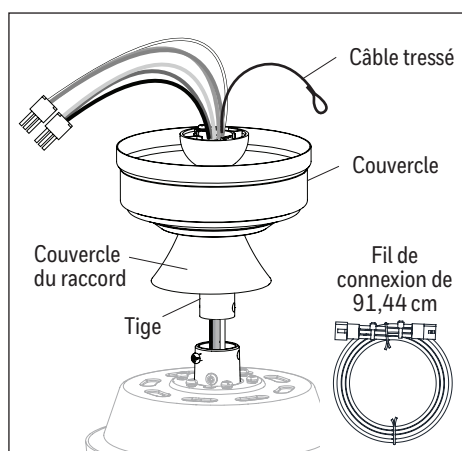

Figure 3.2
2. Insérez la tige dans le couvercle, puis dans le couvercle du raccord. Faites passer les fils et le câble tressé qui sortent du ventilateur dans la tige, puis dans la boule de la tige. Selon la longueur de la tige que vous utilisez, vous devrez peut-être utiliser les fils de connexion de 91,44 cm pour adapter une tige de 91,44 cm ou de 121,92 cm (vendue séparément). Au besoin, branchez le connecteur à 3 broches et à 3 broches partant du centre de la tige sur une extrémité des fils de connexion de 91,44 cm. Remarque : La tige incluse avec ce ventilateur n'utilisera pas les fils de connexion de 91,44 cm (Figure 3.2).